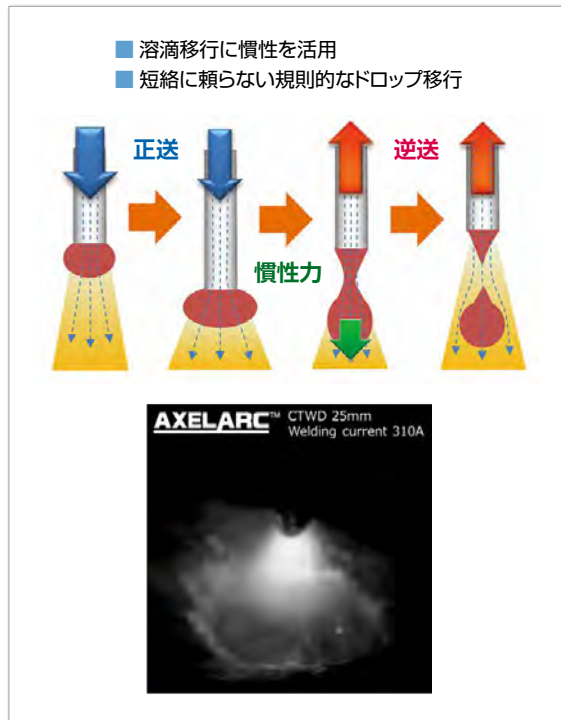
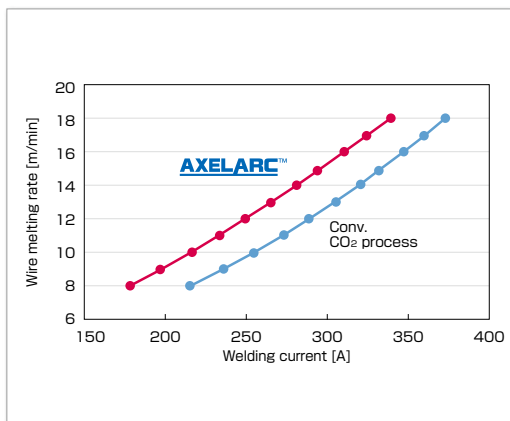
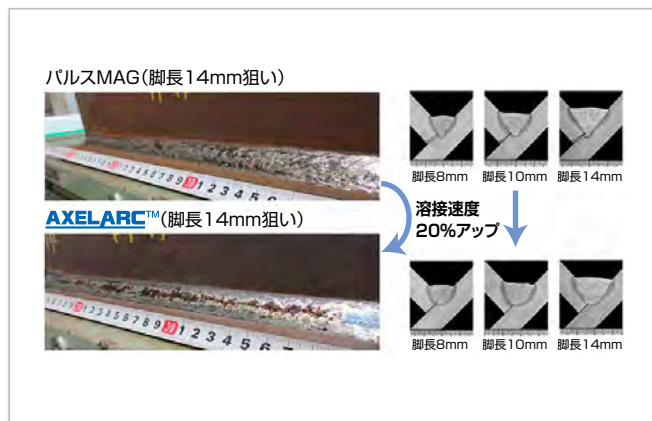

図4 **AXELARC™** の原理
図5 **AXELARC™** の電流とワイヤ溶融速度
図6 下向きすみ肉溶接における能率向上効果の一例
**AXELARC™** とは、ワイヤの正送・逆送動作によって溶滴移行に慣性を活用した制御を行う溶接プロセスです（図4）。小電流から大電流まで、幅広い条件において規則的なドロップ移行を実現します。**AXELARC™** の特長は、高能率、低スパッタ、低ヒューム、深溶込みであり、皆さまのものづくりにお役に立てる溶接プロセスと言えます。一例として、溶接電流とワイヤ溶融速度との関係（図5）と、下向きすみ肉溶接の溶接比較（図6）を示します。一般的な炭酸ガス溶接に比べてワイヤ溶融速度が大きくなるため、溶接能率をアップさせることが可能です。